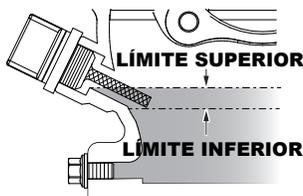

Figura 5. Varilla de medición del nivel de aceite del motor
4. Si el nivel de aceite es bajo (Figura 5), llénelo hasta el borde del agujero del tubo de llenado de aceite con el tipo de aceite recomendado según se indica en la Tabla 5. Consulte en la Tabla 2 la capacidad máxima de aceite del motor.